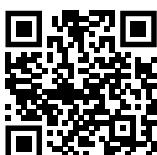

Fig. 108
- Deschideți Liebherr SmartMonitoring Dashboard. (vezi Fig. 108)